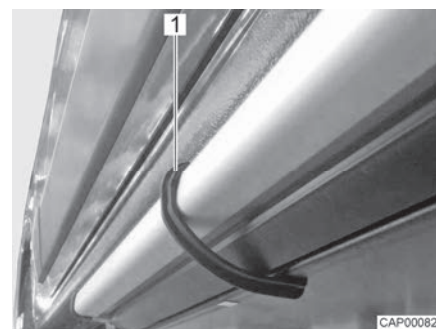

Fig. 9 Étrier de retenue (marchepied)
- Bloquer le marchepied avec l'étrier de retenue fourni (Fig. 9,1) pour empêcher tout glissement vers l'extérieur.